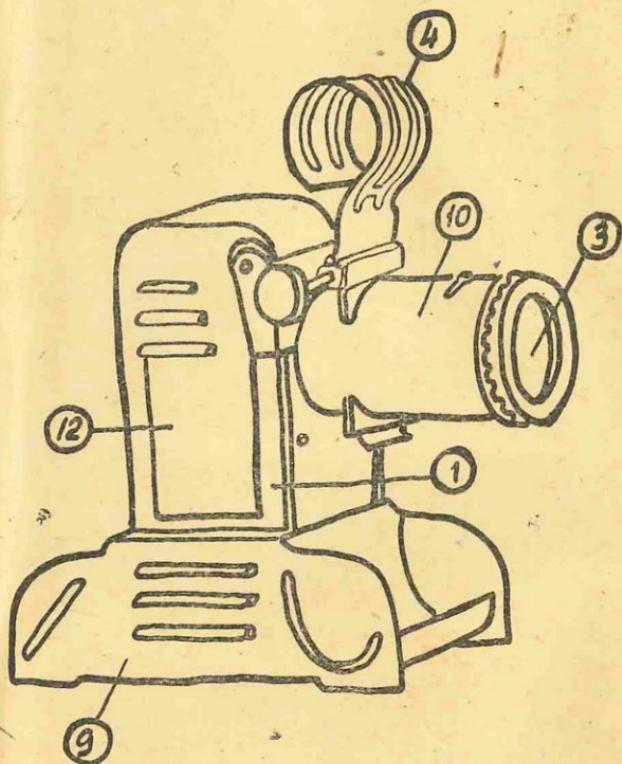
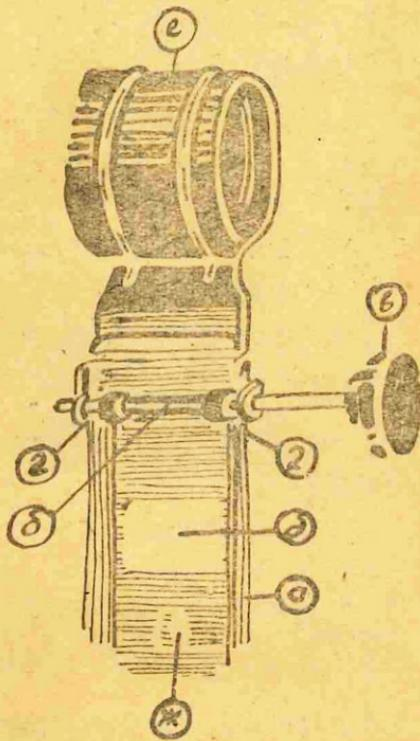

Рис. 1
Рис. 5
Основные части фильмоноса (рис. 1 и 2):
3. Рамка для плёнки (4) (рис. 1), изогнутая в виде цилиндра, с фильмопроводящей плоской кассетой (а) (рис. 5) с отогнутыми краями. Рамка снабжена приспособлением для перемещения плёнки, состоящим из оси (6) с рукояткой
том виде. Рамка вставляется в пазы тубуса 10 (рис. 1), в котором помещается также объектив аппарата.
5. Подготовив фильмоскоп, вставляют свёрнутую пленку в цилиндрическую часть рамки (4) (рис. 1) так, чтобы перевернутое изображение первого